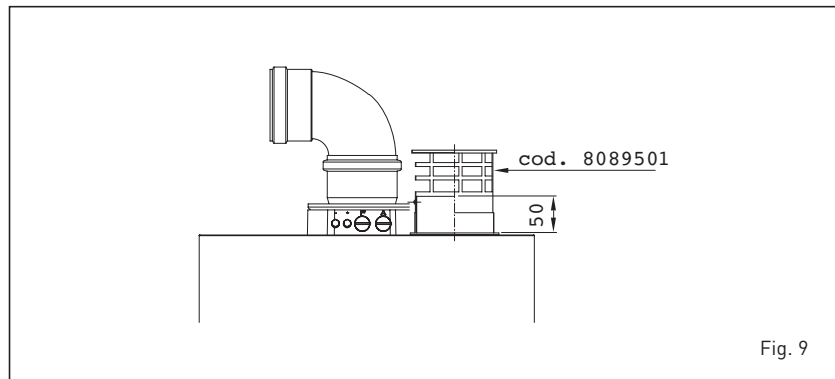

Fig. 9
2.7 SCARICO FORZATO TIPO B23P-B53P (fig. 9)
Il montaggio dell'accessorio si effettua ricavando da una qualsiasi prolunga $\varnothing 80$ un tronchetto L. 50 mm da inserire sulla presa aria sul quale poi infilare l'accessorio che dovrà essere bloccato al tronchetto con le apposite viti (fig. 9).